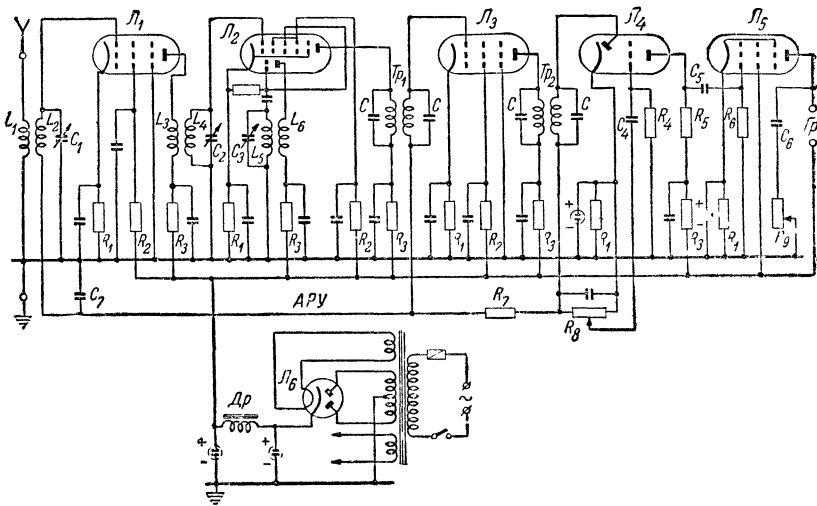

Рис. 131. Окончательная схема, по которой после многочисленных изменений Незнайкин будет собирать приемник.
**Л.** — Твои пожелания выполнены, Незнайкин (рис. 131). Сигнал на сетку лампы  $L_1$  усилителя высокой частоты мы подаем через трансформатор  $L_1L_2$  с вторичной обмоткой, настраиваемой конденсатором  $C_1$ . Смещение на управляющей сетке лампы создается с помощью сопротивления  $R_1$  в цепи ее катода, а напряжение на экранирующей сетке — с помощью гасящего сопротивления  $R_2$ . Этими же индексами обозначены соответствующие сопротивления во всех остальных лампах.